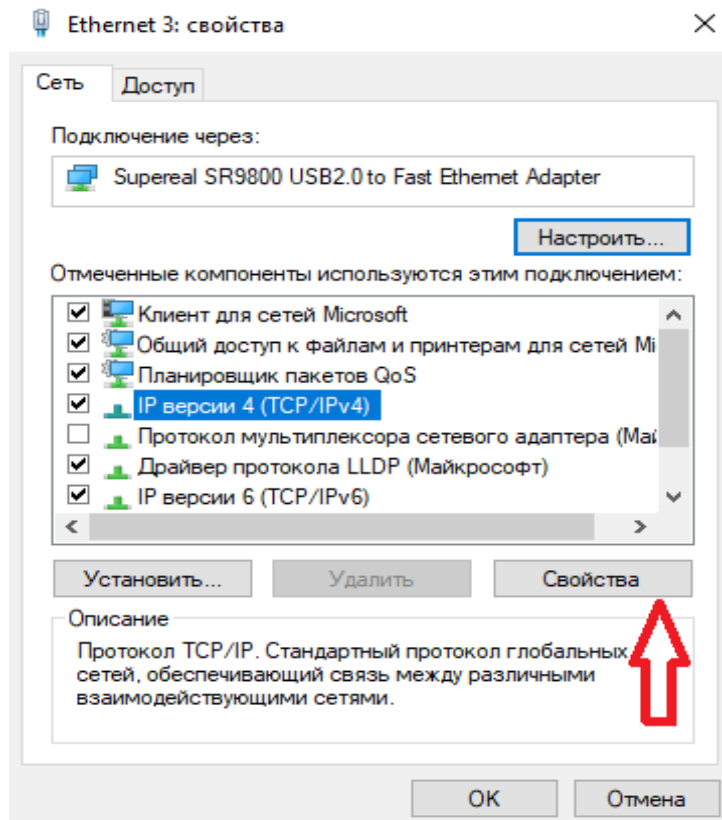

Рисунок 6.1.5 Свойства адаптера
- В открывшемся окне найти компонент «IP версии 4 (TCP/IPv4)», нажать на кнопку «свойства», находящуюся под списком, рисунок 6.1.5.
- Перейти в «Свойства» адаптера, рисунок 6.1.5.